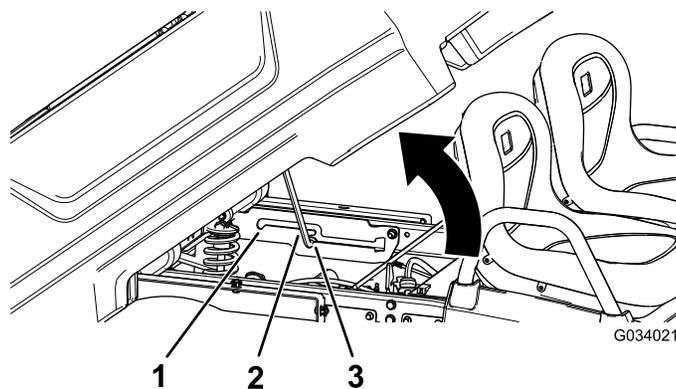

図 16
2. 支え棒をダンプ位置の固定スロットにはめ込んで荷台を固定する 図 16。
2. 支え棒を整備位置の固定スロットにはめ込んで荷台を固定する 図 16。
2. 荷台の底部のスロットにはめ込んであった支え棒を外す 図 16。